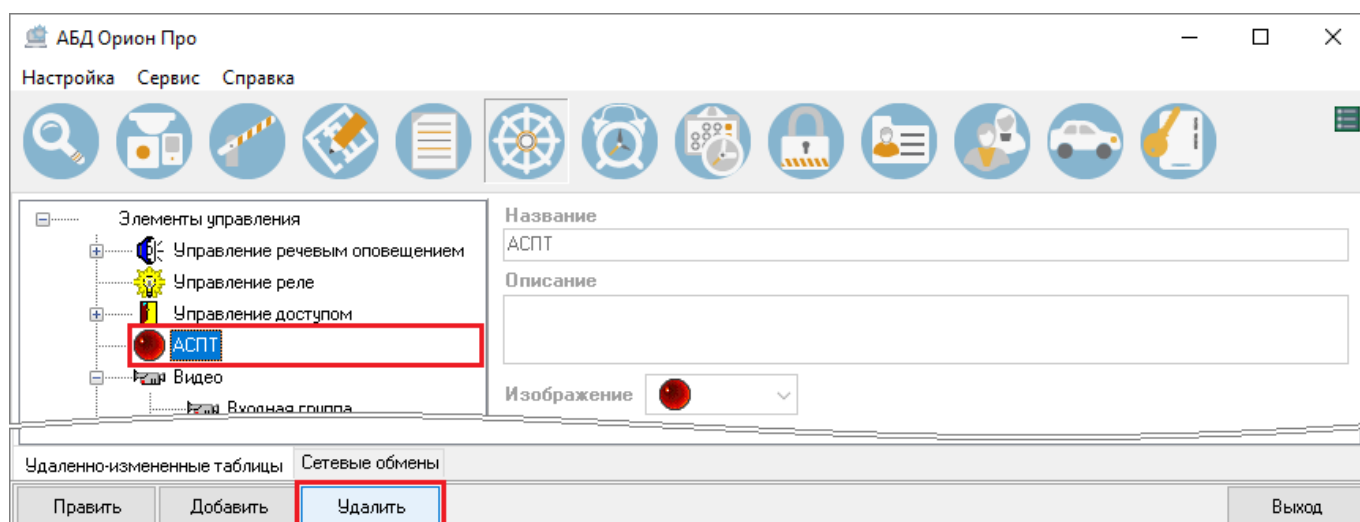

Рисунок 6-662 Инициализация удаления элемента управления
- 2) нажмите кнопку «Править» для перехода в режим редактирования выбранного элемента управления (см. Рисунок 6-662);